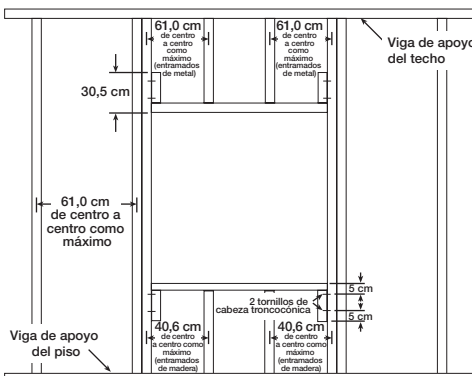

Figura 3 - Abertura en Pared de Entramado
a. Enmarque las aberturas en las paredes, consulte la Figura 3.